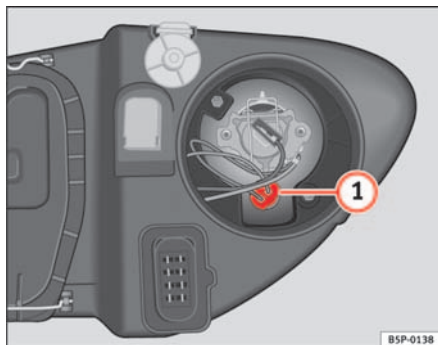

Abb. 187 Standlicht
- Die Fassung ⇒ Abb. 187 ① herausnehmen.